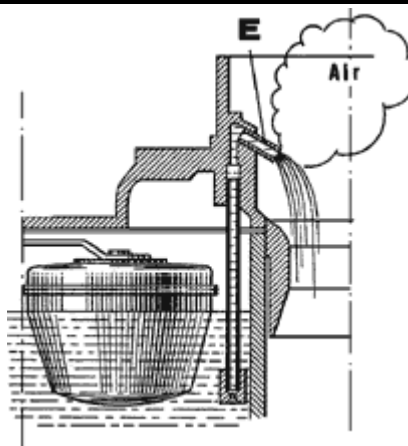

Fig. 25
Ce dispositif (fig. 25) est essentiellement constitué par un tube injecteur (E) qui s'alimente en essence directement dans la cuve à niveau constant du carburateur et débouche dans l'entrée d'air principale de l'appareil. Il fonctionne sous l'effet de la dépression créée par le débit d'air, lorsque celui-ci a atteint une certaine valeur et n'intervient qu'aux régimes élevés du moteur.